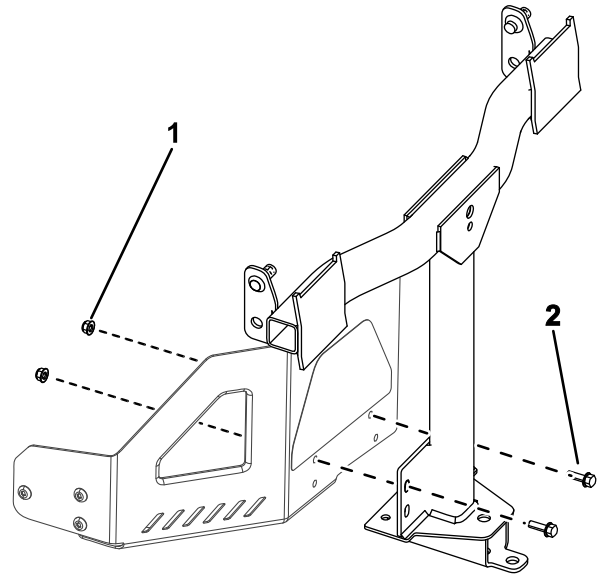

Figura 8
2. Montai cadru de pivotare la cadrul mainii aa cum se arată în Figura 8. Fixai cadru de pivotare la